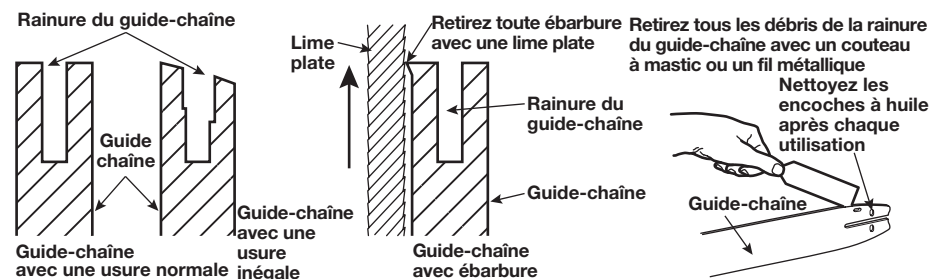

Fig. 19 Coupe transversale de la rainure d'un guide-chaîne présentant une usure irrégulière
1. Retirez le guide-chaîne de la tronçonneuse (Fig. 19).
2. Utilisez un couteau à mastic ou un fil métallique pour retirer toute sciure accumulée de l'intérieur de la rainure du guide-chaîne (Fig. 19).